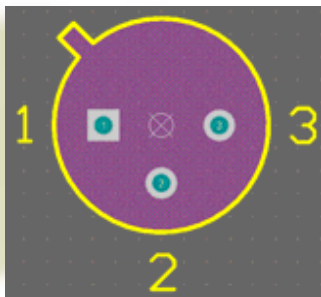

图5-30 添加了三维模型后的TO-39 2D封装
(4) 单击Close按钮，会在元器件上面显示三维模型形状，如图5-30所示，保存库文件。